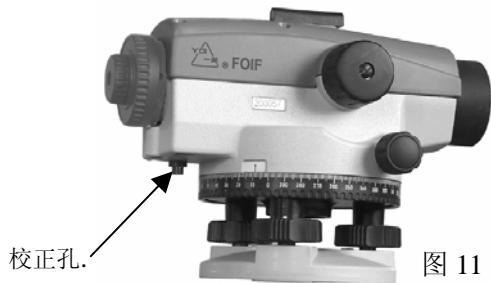

图 11
(1) 在 C 点进行，如图 11 所示，在壳体目镜一端的下方有一个孔，